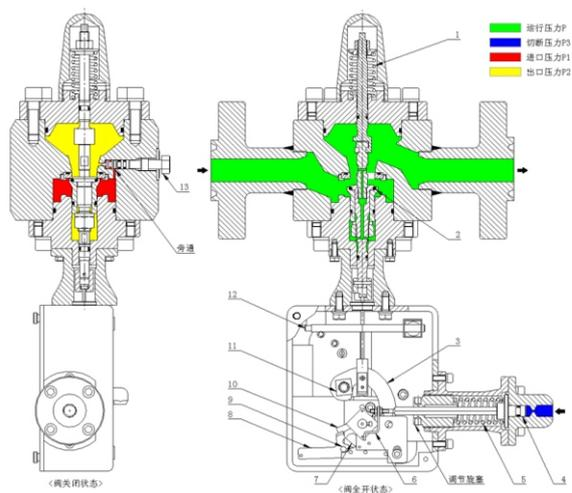

图1 工作原理
- 先用扳手关闭切断器出口端下游阀门，再用扳手逆时针旋动针阀13（逆时针旋动2~3圈即可），使得切断器进口压力 $P_1$ 通过旁通流向出口压力 $P_2$ ，直到出口压力 $P_2$ 与进口压力 $P_1$ 相平衡为止（参照<图1>）。
- 打开机构盒盖，用手逆时针旋动复位杆9（红色），使得复位板8和限位板10保持扣上；再取下扳手12，并用扳手12顺时针旋动方形轴11，使得限位钩3和杠杆7保持扣上。此时阀2处于全开状态（参照<图1>）。
- 再用扳手顺时针旋紧针阀13，阻断旁通气流（参照<图1>）。
- 用扳手12的柄部插入调节旋塞孔中并将其向下转动，则切断压力设定值升高，反之降低（参照<图1>）。用户可根据需要在该型号调整弹簧设定值范围内，通过旋动调节旋塞自行设定切断压力。如超出调整弹簧设定值范围，只需更换调整弹簧。